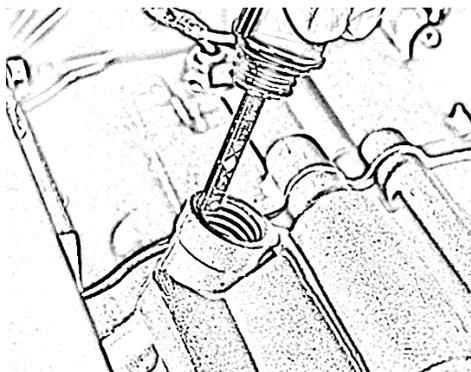

Rysunek 20
Nigdy nie obracaj korka wlewu oleju z podłączonym bagnetem do gwintu podczas odczytywania poziomu oleju. Prowadzi to do nieprawidłowego wyniku pomiaru, rys. 20.
- Całkowicie zanurzyć bagnet w oleju. Nigdy nie wkręcać bagnetu w gwint, rys. 20.